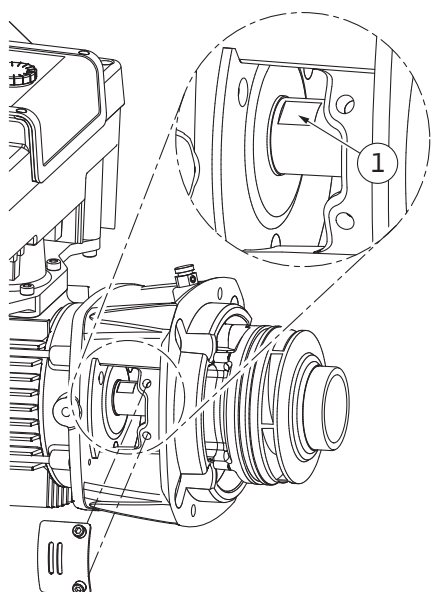

Fig. 105: Atslēgas virsmas uz vārpstas
14. Starpkorpusa lodziņā ievietojiet uzgriežņu atslēgu (SW22 mm) un pieturiet vārpstu ar atslēgas virsmām (Fig. 105, 1. poz.). Izskrūvējiet darba rata uzgriezni (Fig. I, 22. poz.). Darba rats (Fig. I, 21. poz.) tiek automātiski noņemts no vārpstas.
3. Starpkorpusa lodziņā ievietojiet uzgriežņu atslēgu (SW22 mm) un pieturiet vārpstu ar atslēgas virsmām (Fig. 105, 1. poz.).
10. Starpkorpasa lodziņā (Fig. IV, 38. poz.) ievietojiet uzgriežņu atslēgu (SW32 mm) un pieturiet vārpstu ar atslēgas virsmām (Fig. 105, 1. poz.). Piemontējiet darba ratu ar paplāksni(-ēm) un uzgriezni. Pievelciet uzgriezni. Raugiet lai gala blīvējums nesagrieztos un netiktu bojāts.